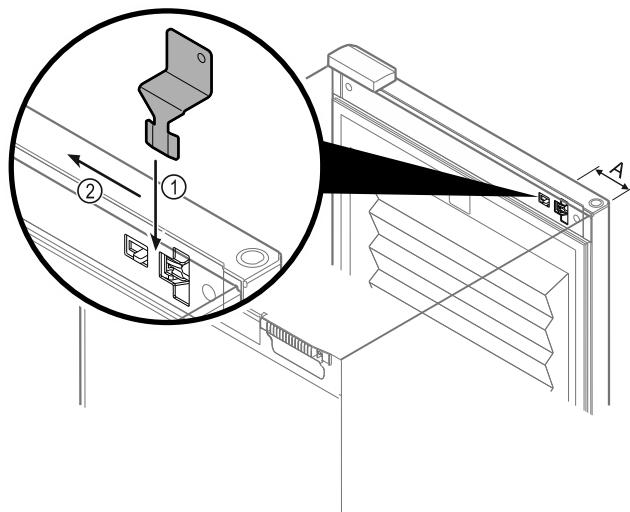

Fig. 100
- Расположите ключ для аварийной разблокировки в заданном месте Fig. 100 (A) ≈ 100 мм.
- Вставьте ключ для аварийной разблокировки Fig. 100 (1) между дверью и корпусом устройства сверху и до упора.
- Потяните ключ для аварийной разблокировки в направлении шарнира. Fig. 100 (2)